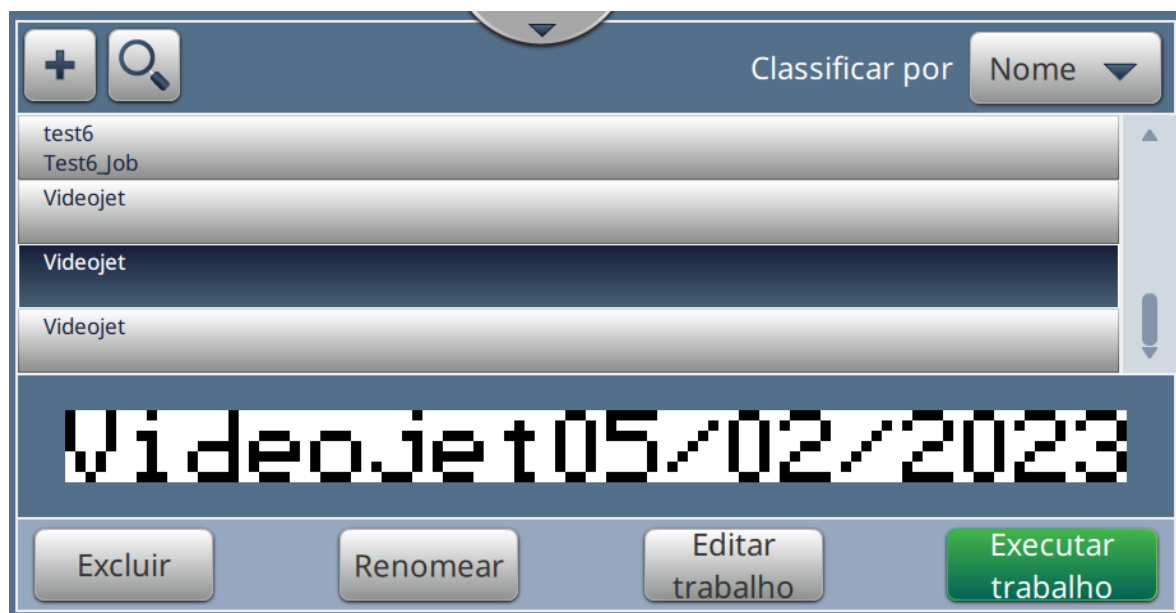

Figura 5-28: Lista de trabalhos
32. O trabalho “Videojet” é adicionado à lista de trabalhos, como mostra a Figura 5-28.